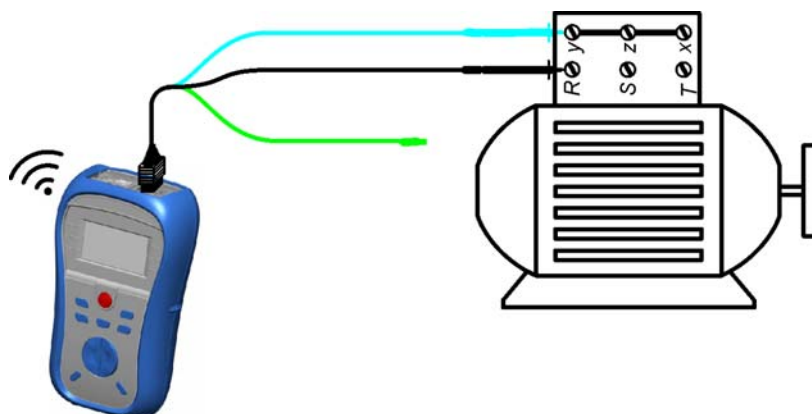

Рисунок 5.6: Подключение 3-проводного измерительного кабеля
- **Подключите** измерительный кабель к прибору и к испытываемому объекту (см. рисунок 5.6).